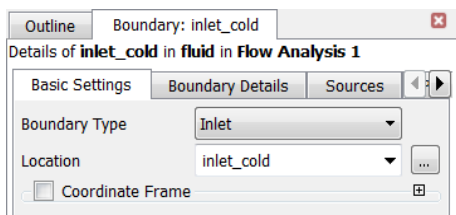

图 23-10 冷水入口端设置
1) 在工具栏上单击“Boundary”按钮，然后选择“in Fluid”，在弹出的细节窗口中设置“Boundary Type”为“Inlet”，并修改“Location”为“inlet_cold”，如图 23-10 所示。